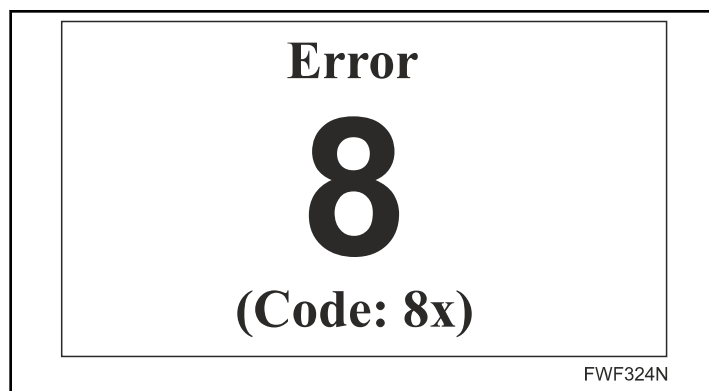

Figura 20
- Em caso de falha do Interruptor de pressão (fluxo de ar) ou alteração não permitida de parâmetros do sistema de exaustão externo da máquina, é apresentada a mensagem de aviso 8 (*Figura 20*).